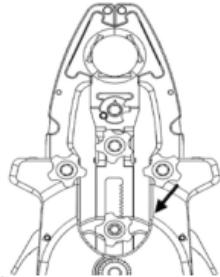

Afbeelding 6
- Het achterste blad heeft ook een bovenbelasting (afbeelding 6). Gebruik het **zeskantig plaatsingsgereedschap** (ML-0505) om het slot te draaien tot het in de open stand staat, met de pijl naar de tekst "Release" (afbeelding 5). Schuif het wondspreiderblad in zijn gleuf, en vergrendel het blad op zijn plaats door de vergrendelpijl in de richting van de incisie te draaien (of
weg van 'Release') met behulp van het zeskantig plaatsingsgereedschap (afbeelding 6).